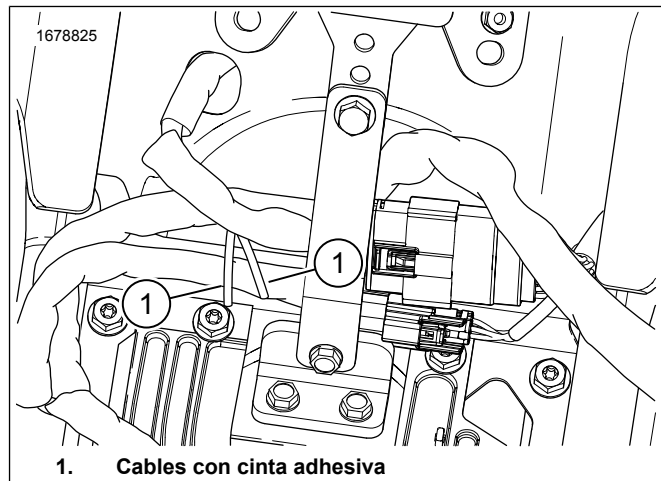

Figura 4. Cables de la caja de la batería
1. Vea la Figura 4. Ubique los cables blancos/rosas y blancos/marrones pegados con cinta en el área de la caja de la batería. Extraiga la cinta de los cables.